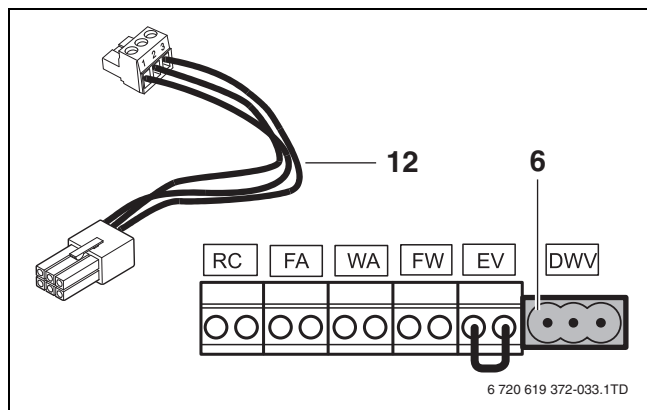

Bild 41 Klemmleiste – externes 3-Wege-Ventil
- Stecker des 3-Wege-Ventils an die weiße Anschlussklemme DWV (→ Bild 41, [6]) anschließen. Hierzu das beim 3-Wege-Ventil mitgelieferte Adapterkabel (→ Bild 41, [12]) benutzen.